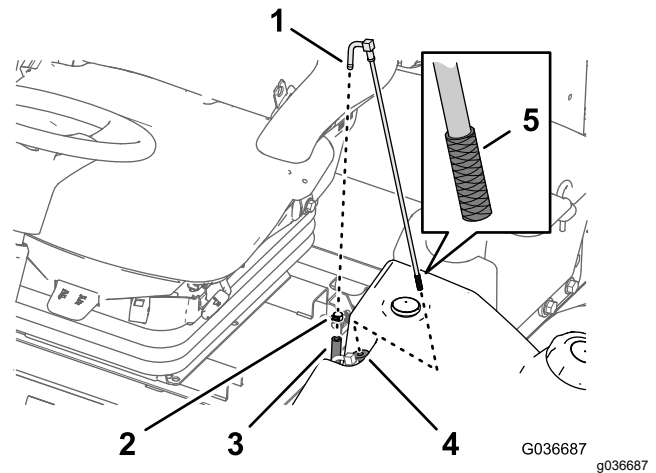

Figure 91
1. Retirez le collier qui fixe le flexible de carburant au raccord du tube d'aspiration (Figure 91).
2. Débranchez le flexible du raccord (Figure 91).
3. Soulevez et déposez le tube d'aspiration du réservoir de carburant (Figure 91).
4. Nettoyez les débris éventuellement présents sur la crépine au bout du tube d'aspiration de carburant (Figure 91).
5. Insérez le tube d'aspiration dans la bague de caoutchouc et dans le réservoir de carburant (Figure 91).